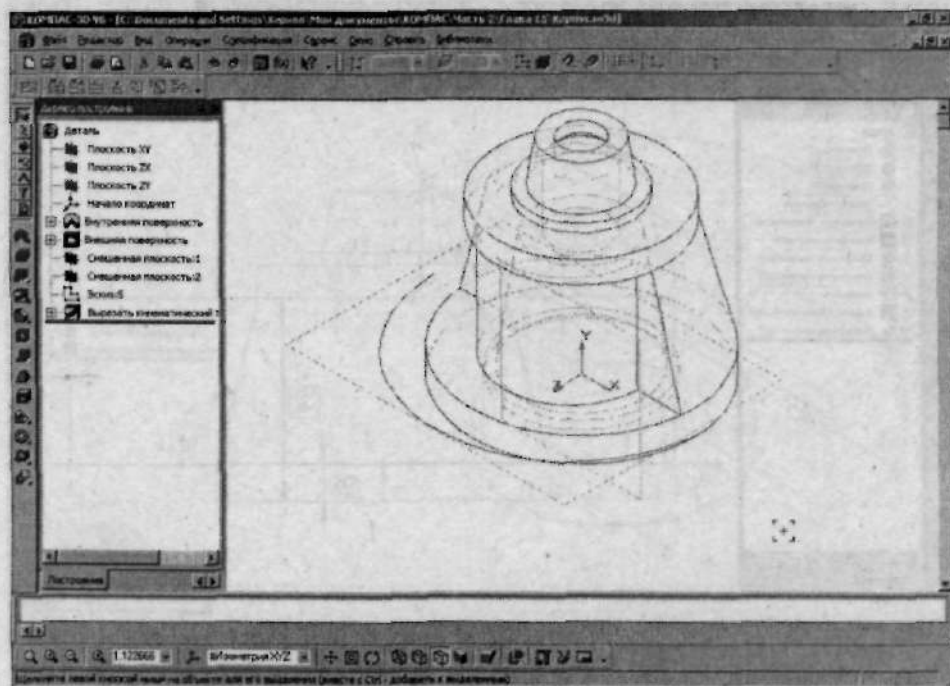

Рис. 2.185. Результат работы с инструментом **Вырезать кинематически**
18. Создайте операцию, щелкнув по кнопке  (Создать объект). Результат выполнения операции представлен на рис. 2.185. В **Дереве построений** измените имя созданной операции на **Создание ребер**.